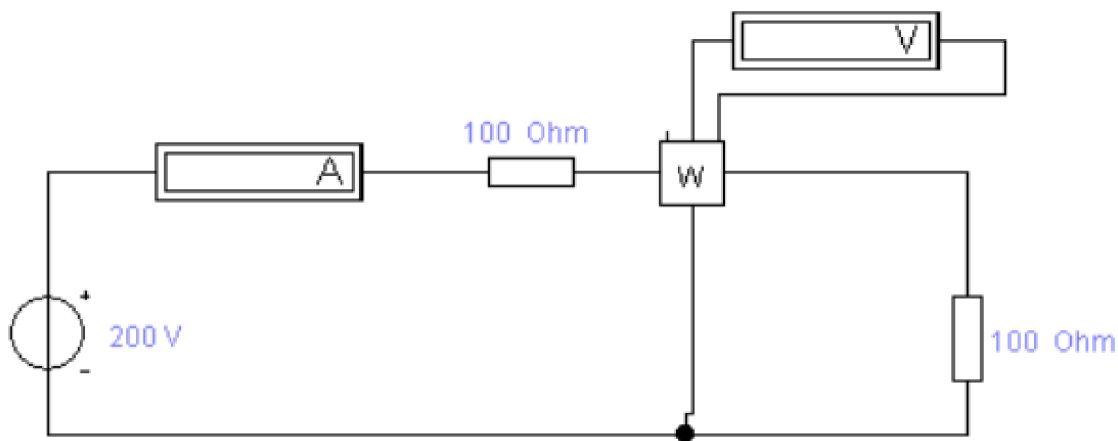

рис. 1: Расчётная цепь.
1. Рассчитать цепь. рис. 1
В ходе лабораторной работы я рассчитал цепь рис. 1 при различных значениях напряжения в соответствии с заданными параметрами. При увеличении сопротивления резистора мощность источника уменьшается. Так же при увеличении сопротивления наблюдается уменьшение мощности нагрузки и сила тока. В свою очередь К.П.Д. возрастает по мере увеличения сопротивления.